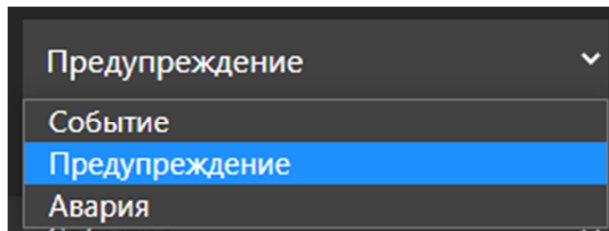

Рис. 2.7. Список типов событий
- с помощью выпадающего списка выбрать тип события для каждого случая (см. рис. 2.7);